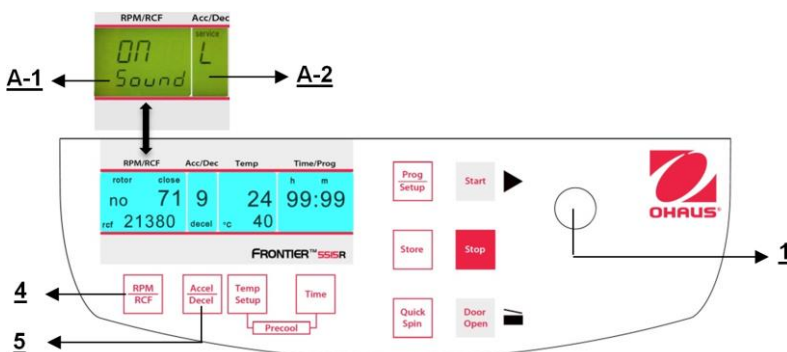

Figura 33
Proceda como se describe en el punto 4.1.1 para ingresar en este modo de programa y luego presione el botón **"Accel/Decel"** (5). En la pantalla **"Acc/Dec"** (A-2) destella la palabra **"Service"**. Ahora seleccione la letra **"U"** con la perilla de ajuste (1). Como resultado, en la pantalla **"RPM | RCF"** (A-1) aparecen las palabras **"Vol=0-9/Sound"**. Después de presionar el botón **"RPM | RCF"** (4), puede ajustar el volumen deseado entre 0 (bajo) y 9 (alto) con la perilla de ajuste (1) (vea la Figura 33).